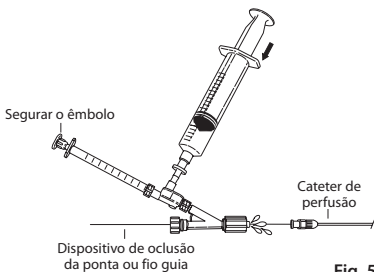

Fig. 5
7. Para adaptar a válvula de segurança unidirecional dupla e o adaptador Tuohy-Borst ao cateter de perfusão, desaperte a válvula Tuohy-Borst e faça deslizar o conjunto sobre o dispositivo de oclusão da ponta. Antes de adaptar o conjunto ao cateter, mantenha o êmbolo da seringa de 1 mL imobilizado e pressione o êmbolo da seringa de 20 mL, certificando-se de que todo o ar é purgado do conjunto. Deixe um pouco de solução no conector Luer-Lock do adaptador Tuohy-Borst antes da ligação ao cateter de perfusão. **(Fig. 5)**